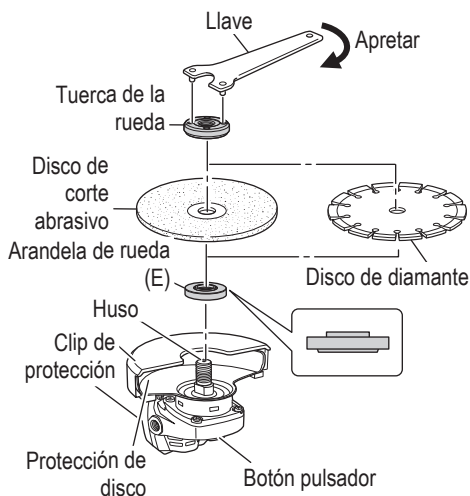

Fig. 19
- (5) Presionando el botón pulsador con una mano, bloquee el eje girando lentamente el disco de corte abrasivo/de diamante lentamente con la otra mano. Apriete la tuerca de la rueda utilizando la llave suministrada como se muestra en la Fig. 19.